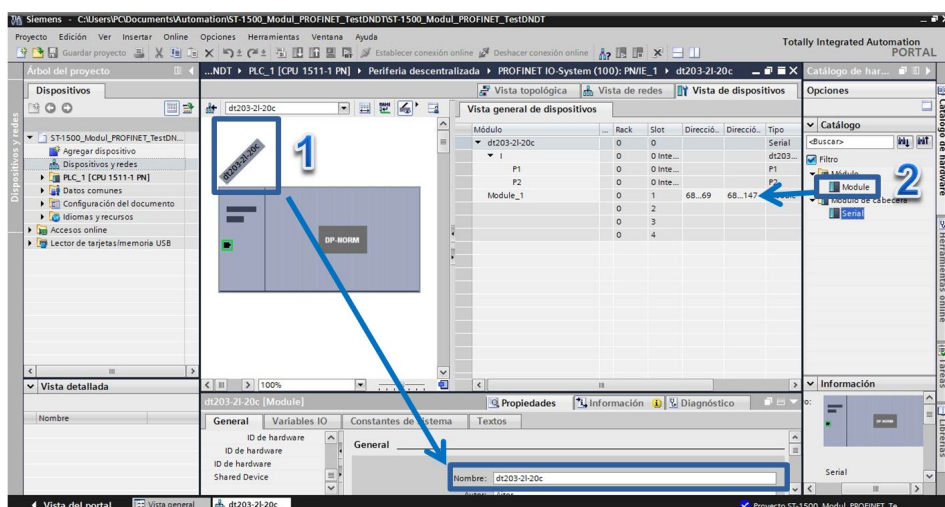

Fig. 11 Asignar el rango de direcciones E/S de los dispositivos
**Ejemplo:** En la siguiente tabla se muestran algunos ejemplos para visualizar valores numéricos con diferentes tipos de datos, con el rango de direcciones definido en la Fig. 11.
Ejemplo: En la siguiente tabla se muestran algunos ejemplos combinando valores numéricos en formato ASCII y comandos de control (asumiendo el rango de direcciones definido en la Fig. 11)